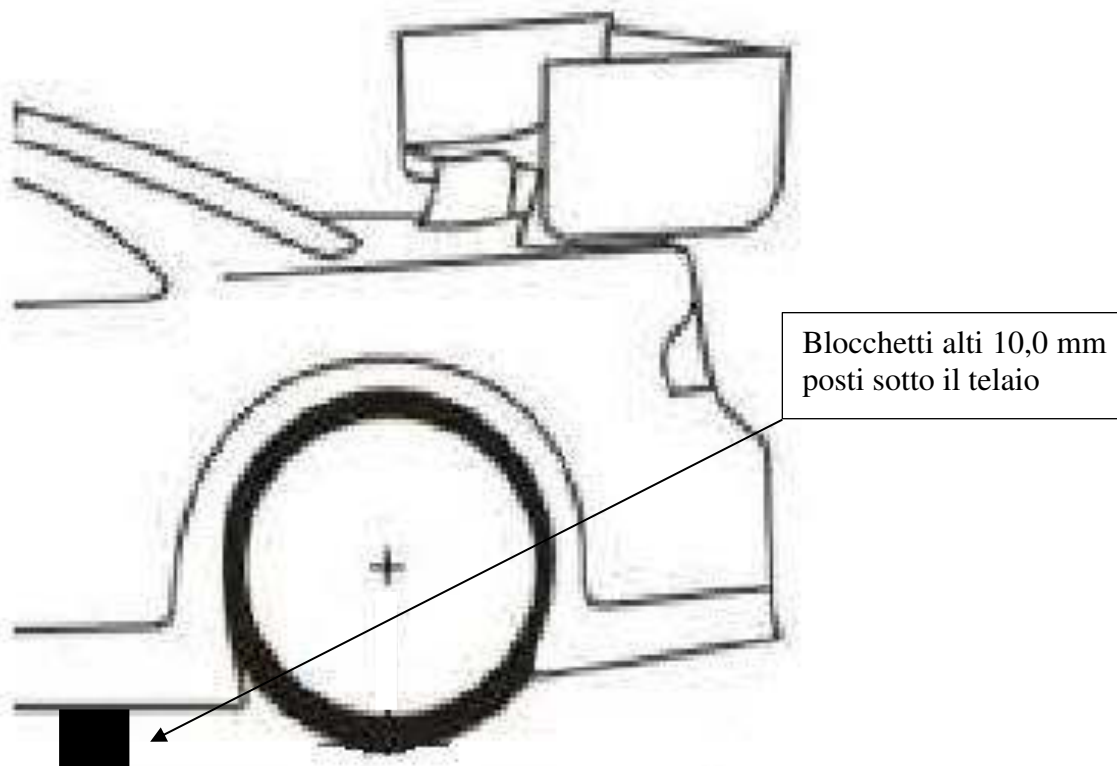
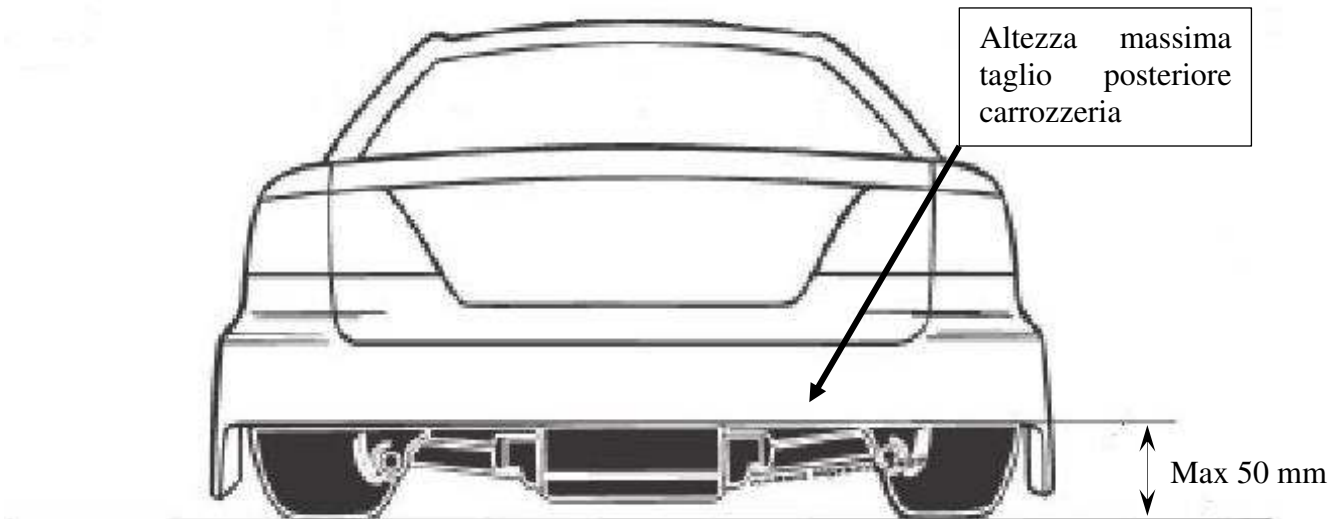

Figura 31: Disposizione blocchetti da 10 mm sotto il telaio
Figura 32: Taglio posteriore carrozzeria
- Il taglio della parte posteriore della carrozzeria, vedi Figura 32, non può superare i 50,0 mm, misurato da terra con il telaio posto sopra dei blocchi alti 10,0 mm (vedi Figura 31);